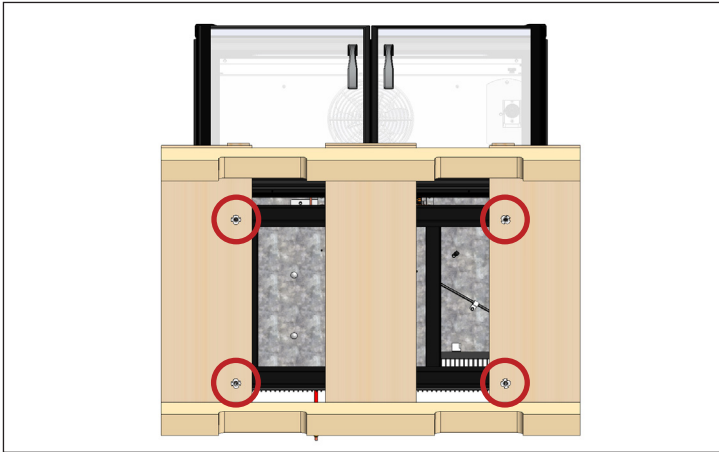

Fig. 1. Ubicación de los pernos de transporte.
5. Retire todos los pernos de transporte que fijan la plataforma a la parte inferior del aparato. Véase la fig. 1.